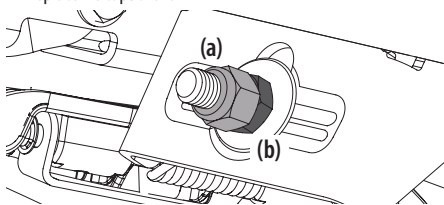

Figure 31
5. Pour **relever** l'avant du plateau, retirez le capuchon, desserrez le contre-écrou supérieur (a), puis serrez l'écrou inférieur (b) (dans le sens horaire). Voir Figure 31. Après avoir effectué le réglage, serrez le contre-écrou supérieur (a) et remplacez le capuchon.
6. Pour **abaisser** l'avant du plateau de coupe, retirez le capuchon, desserrez le contre-écrou supérieur (a), puis desserrez l'écrou inférieur (b) (dans le sens anti-horaire). Voir Figure 31. Après avoir effectué le réglage, serrez le contre-écrou supérieur (a) à couple de 77 N m (57 pi-lb) et remplacez le capuchon.